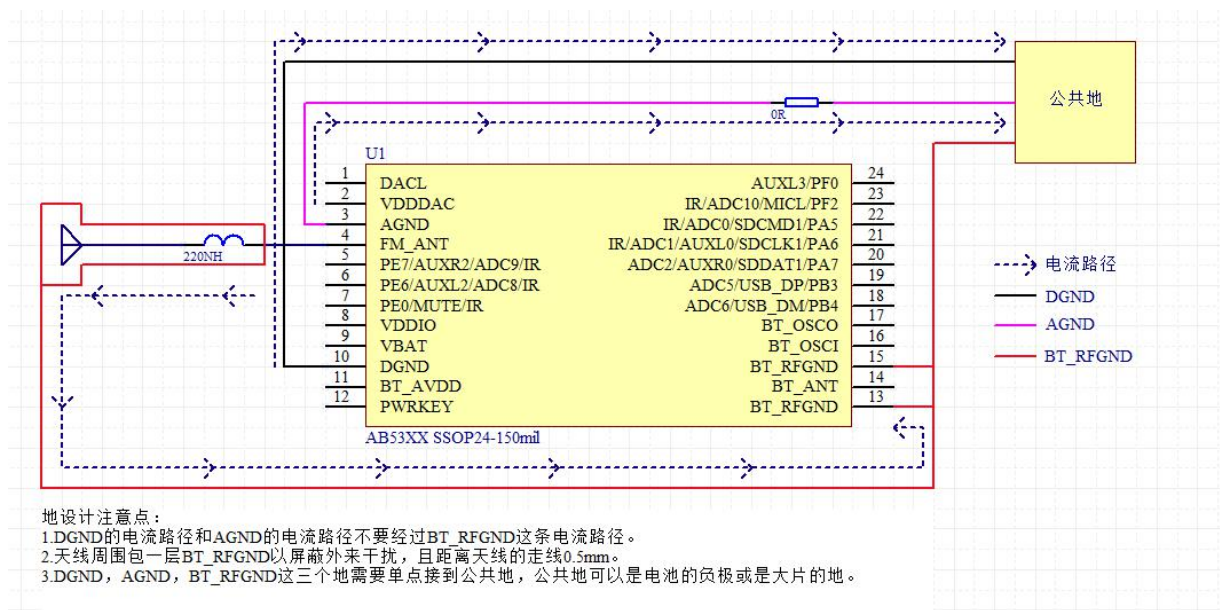
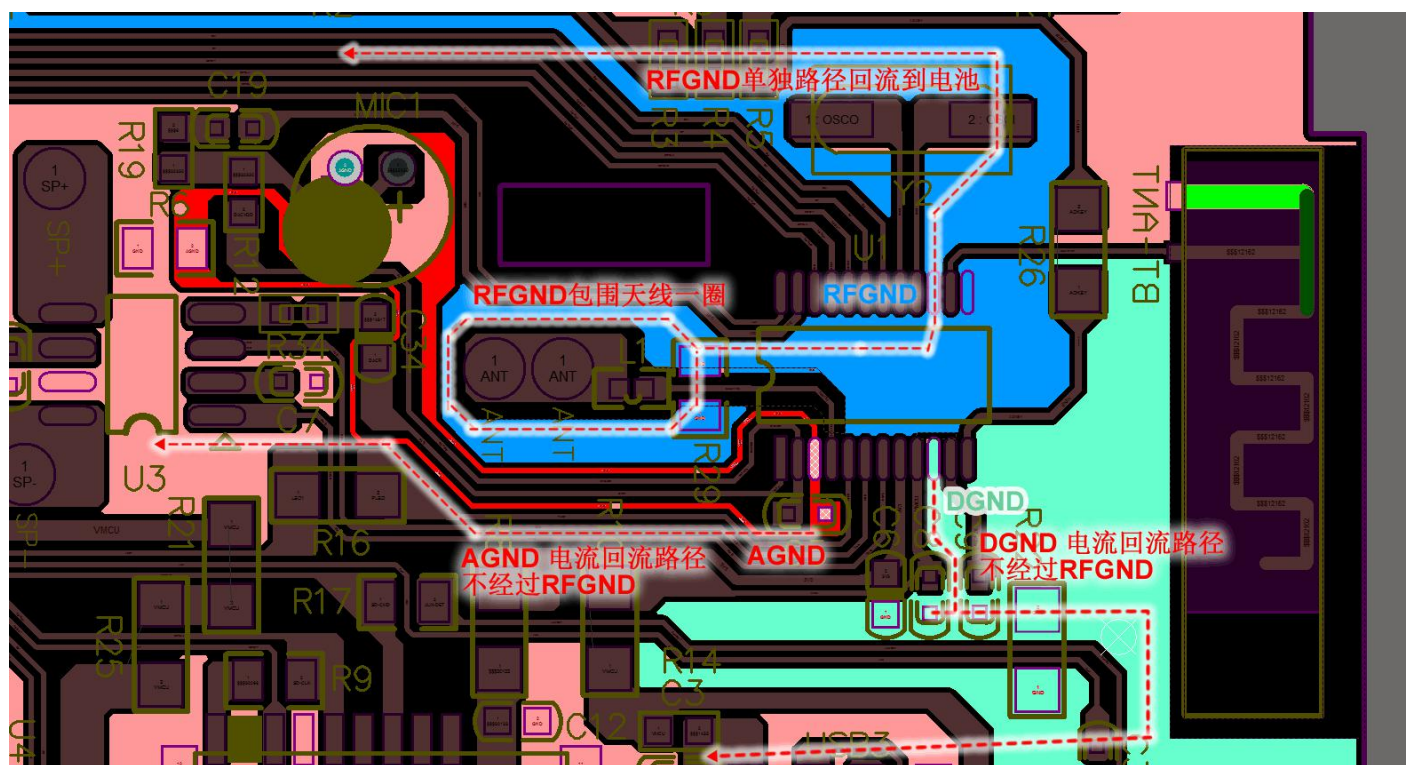

图 1-5
图 1-6
- ② 芯片有 DGND, AGND, BT\_RFGND 的, FM 天线周围用 BT\_RFGND 地包起来, 直接接到芯片 BT\_RFGND 上面, AGND 和 DGND 分别单点接到公共地 (公共地可以是大地、电池地或是 BT\_RFGND), AGND、DGND 的共地点尽量放在电池端, 如图 1-5 所示, PCB 设计如图 1-6: